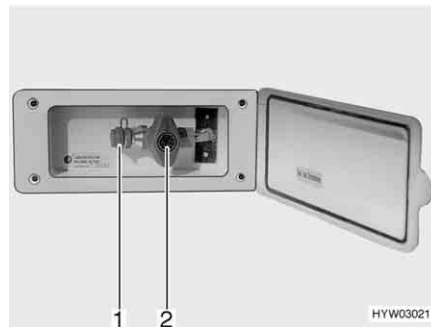

Bild 142 Externer Gasanschluss, Gasabsperrentil geschlossen
Der externe Gasanschluss (Bild 142) befindet sich je nach Modell am Heck oder auf der linken bzw. rechten Fahrzeugseite.
- Externes Gasgerät an der Anschluss-Stelle (Bild 142,1) anschließen.
- Das Gasabsperrentil (Bild 142,2) öffnen.